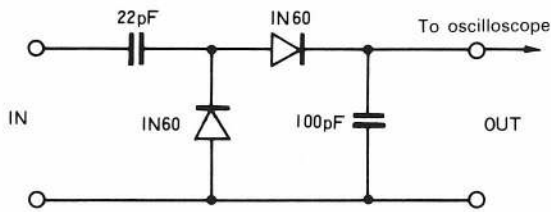

Fig. 40 Detector
- 3) Detector (refer to Fig. 40)